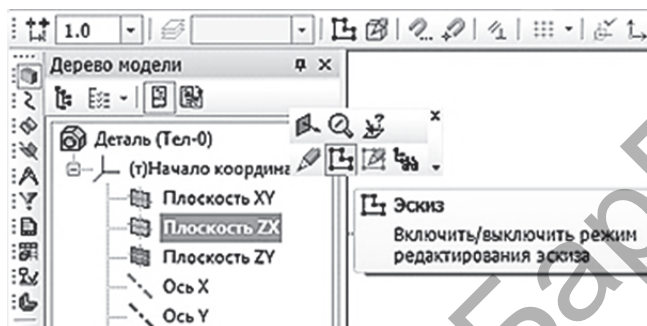

Рисунок 2.3
3. В дереве модели выберите вариант «Плоскость ZX». На панели «Текущее состояние» щёлкните на кнопке «Эскиз». В результате плоскость ZX станет параллельной экрану (рис. 2.3).